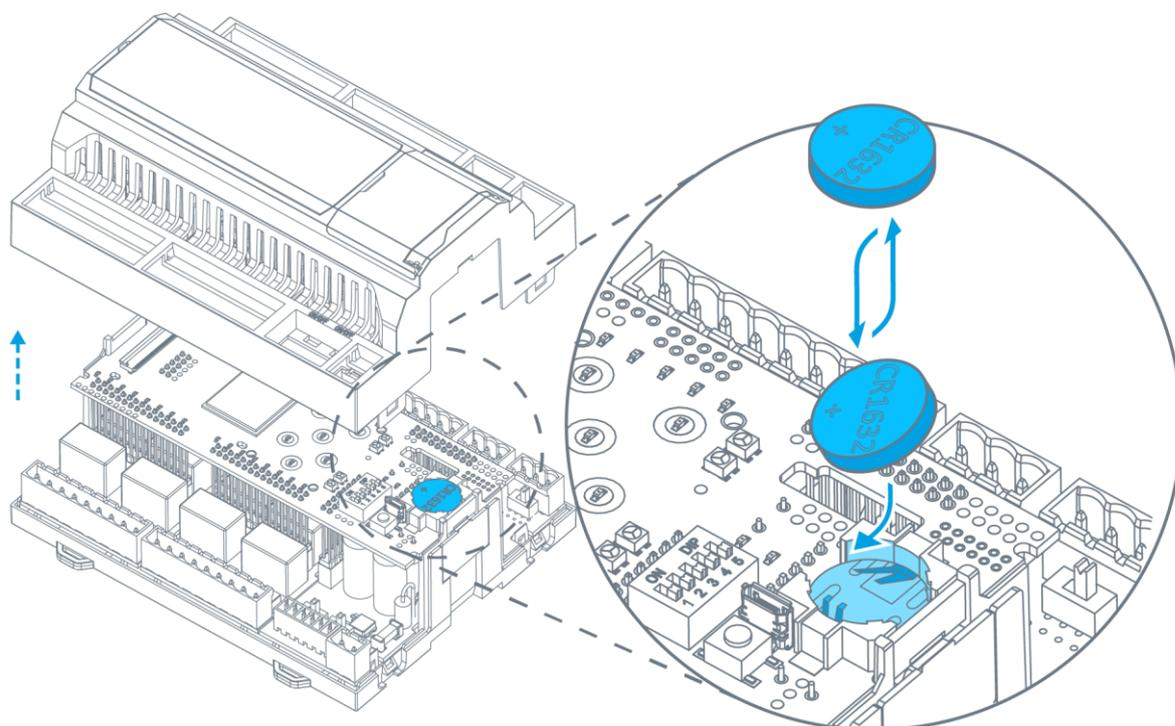

Рис. 68 – Замена батарейки
- извлеките разряженную батарейку из держателя и установите новую как показано на Рис. 68;